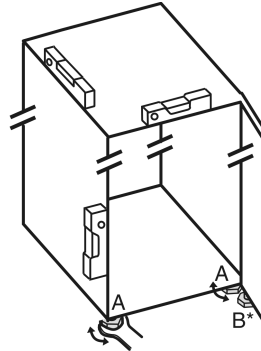

Fig. 5
- ▶ Ξεβιδώστε τα ρυθμιζόμενα πόδια Fig. 5 (A) με το γερμανικό κλειδί που υπάρχει στη συσκευασία και με τη βοήθεια ενός αλφαδιού μέχρι η συσκευή να είναι καλά και οριζόντια ευθυγραμμισμένη.
- ▶ Ξεβιδώστε το ρυθμιζόμενο πόδι Fig. 5 (B) στο στήριγμα με το γερμανικό κλειδί που υπάρχει στη συσκευασία, μέχρι να ακουμπήσει στο δάπεδο.
- ▶ Περιστρέψτε το ρυθμιζόμενο πόδι Fig. 5 (B) άλλες 90°.